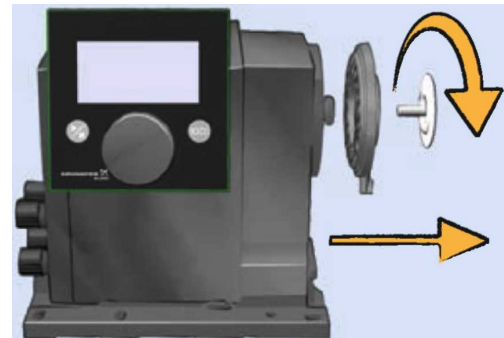

Abb. 57: Dosiermembrane demontieren
- ➔ Die Dosiermembrane abschrauben (⌋) und mit Flansch abnehmen (siehe Abb. 57).